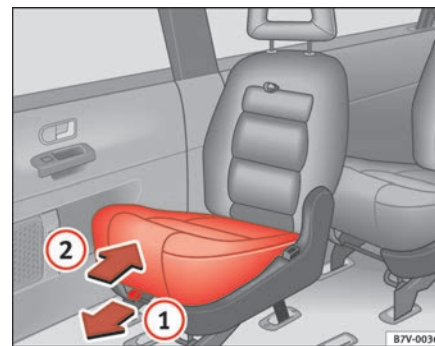

Fig. 40 Asiento integrado para niños: levantar el cojín
- Tire del lazo hacia adelante, en el sentido que indica la flecha ⇒ fig. 40 ①.
- Presione el cojín del asiento en el sentido que indica la flecha ② hasta que se encastre. ▶